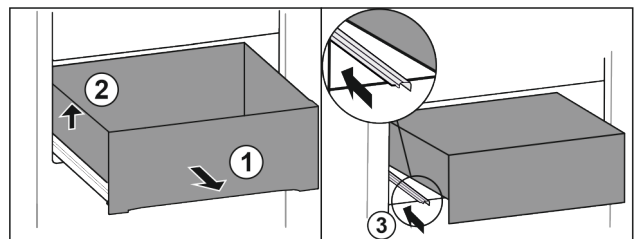

Fig. 127
- ▶ Schubfach bis zum Anschlag herausziehen. Fig. 127 (1)
- ▶ Schubfach links anheben. Fig. 127 (2)
- ▶ Linke Schiene einschieben. Fig. 127 (3)